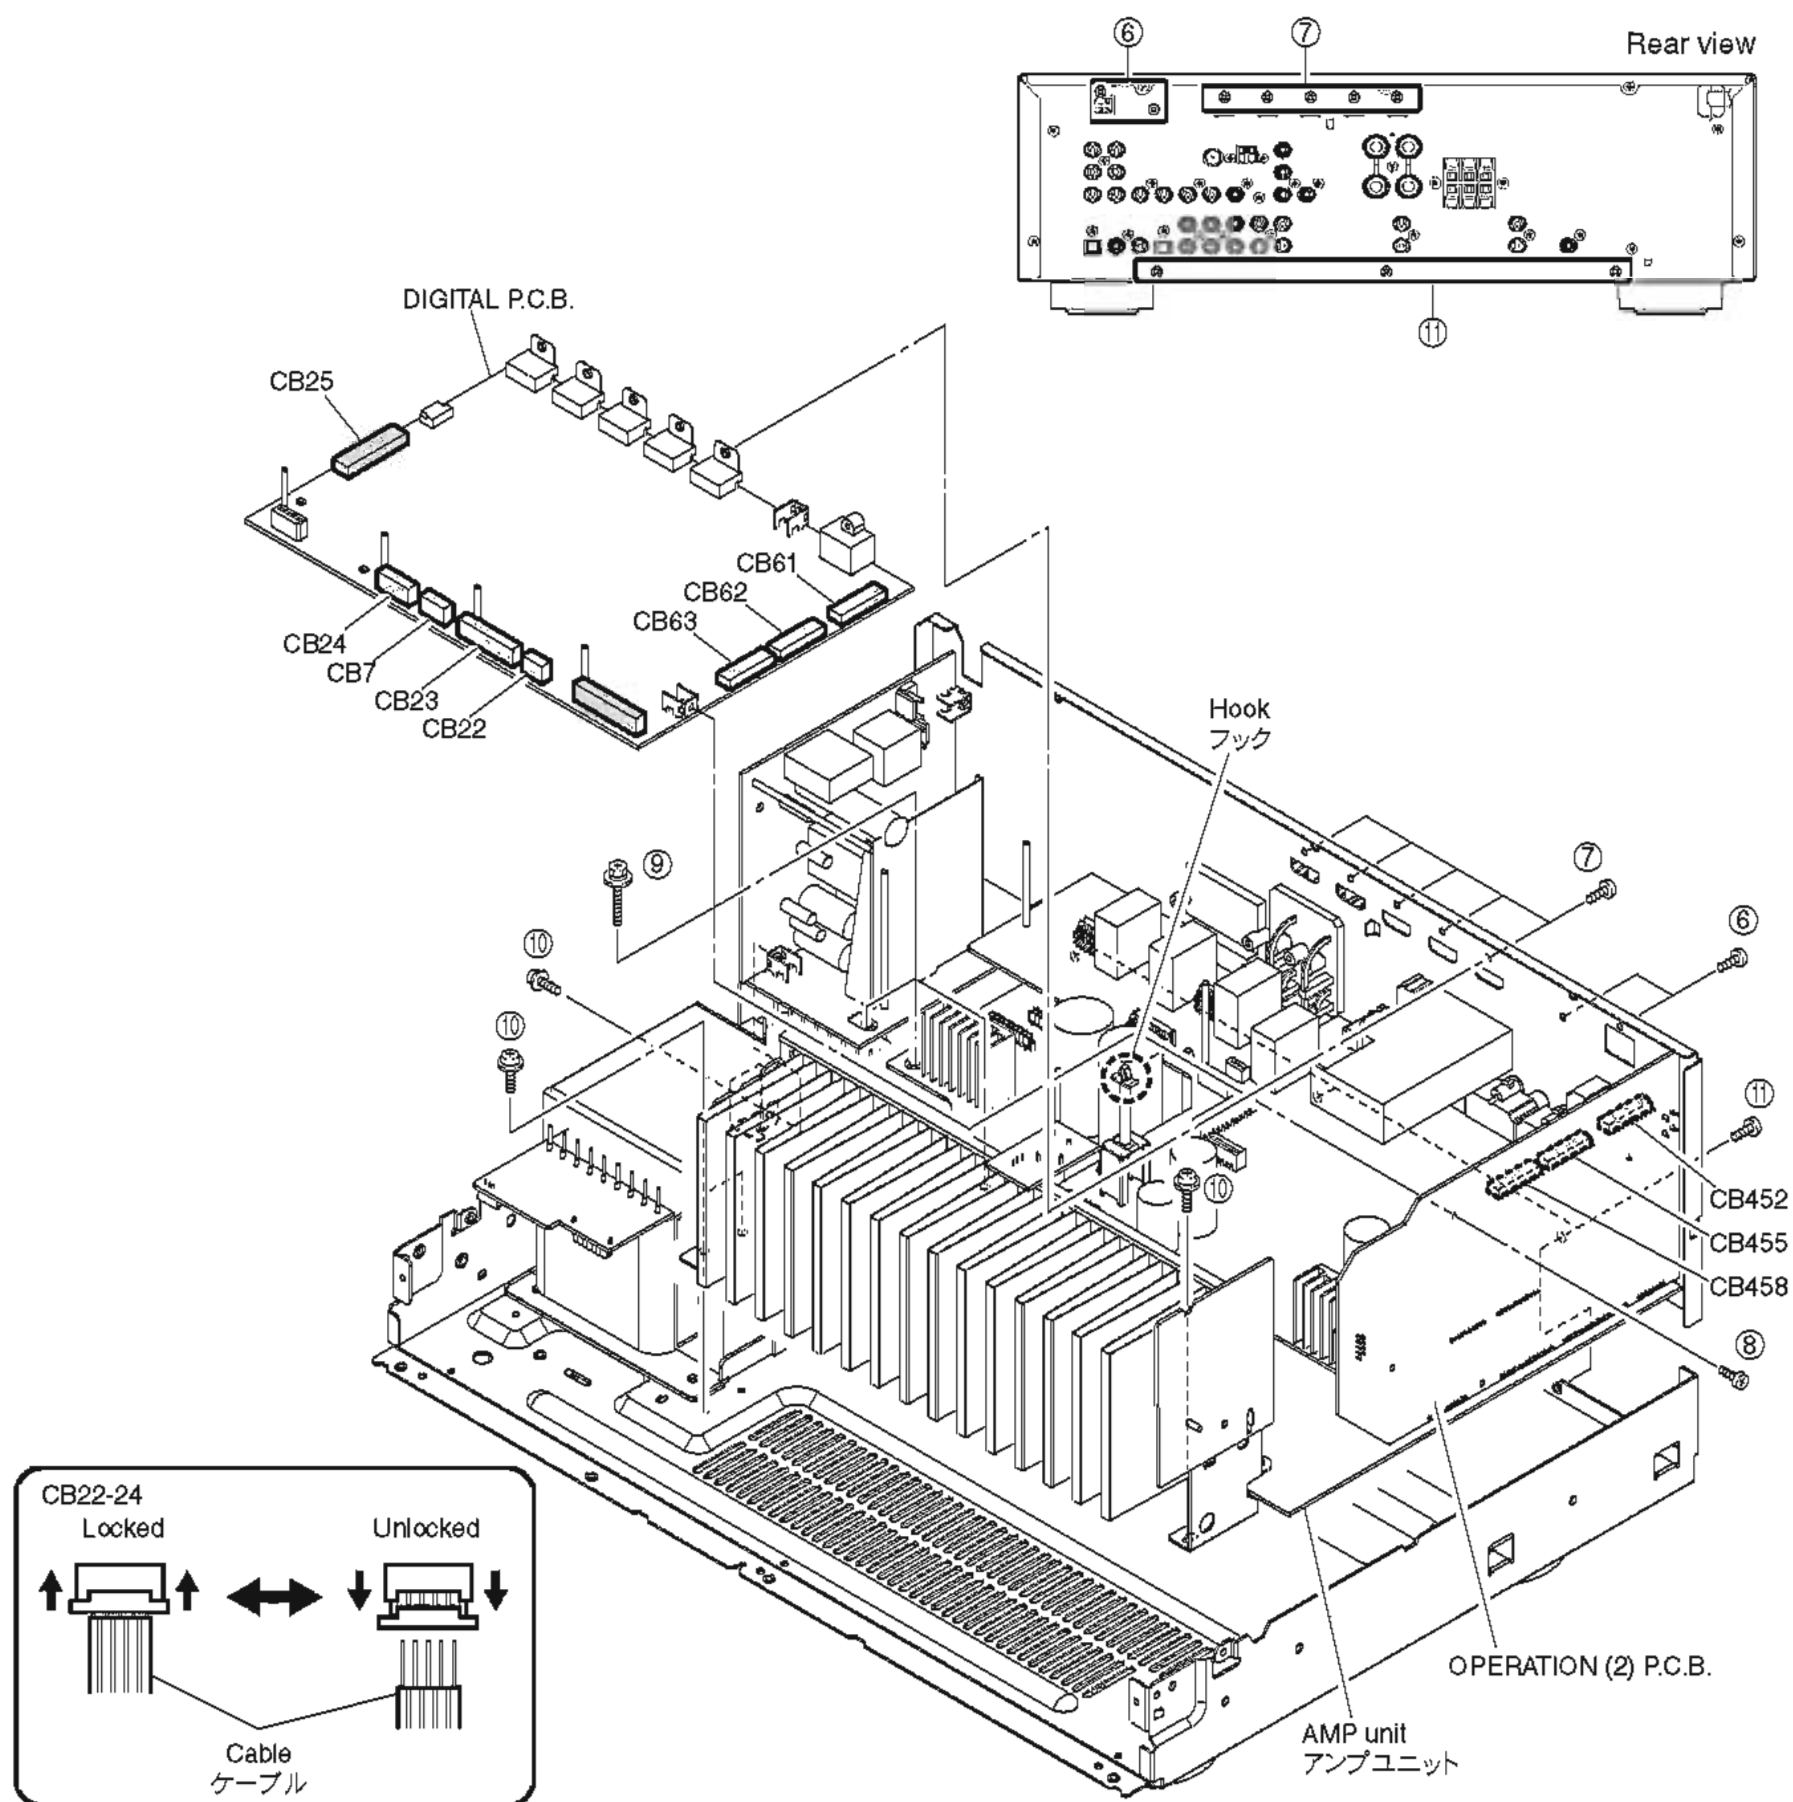

Fig. 2
- a. Remove 2 screws (⑥) and 5 screws (⑦). (Fig. 2)
- b. Remove screw (⑧). (Fig. 2)
- c. Remove CB7 and CB25. (Fig. 2)
- d. Unlock and remove CB22-24. (Fig. 2)
- e. Release hook. (Fig. 2)
- f. Remove the DIGITAL P.C.B. which is connected directly to the OPERATION (2) P.C.B. with board-to-board connectors. (Fig. 2)
- a. Remove 3 screws (⑨) and 4 screws (⑩). (Fig. 2)
- b. Remove 3 screws (⑪). (Fig. 2)
- c. Remove the amp unit. (Fig. 2)
- a. ⑥のネジ2本、⑦のネジ5本を外します。(Fig. 2)
- b. ⑧のネジ1本を外します。(Fig. 2)
- c. CB7、CB25を外します。(Fig. 2)
- d. ロックを外し、CB22～24を外します。(Fig. 2)
- e. フック1箇所を外します。(Fig. 2)
- f. DIGITAL P.C.B.を取り外します。ただし、DIGITAL P.C.B.はOPERATION (2) P.C.B.に基板対基板コネクタで直接接続されています。(Fig. 2)
- a. ⑨のネジ3本、⑩のネジ4本を外します。(Fig. 2)
- b. ⑪のネジ3本を外します。(Fig. 2)
- c. アンプユニットを取り外します。(Fig. 2)